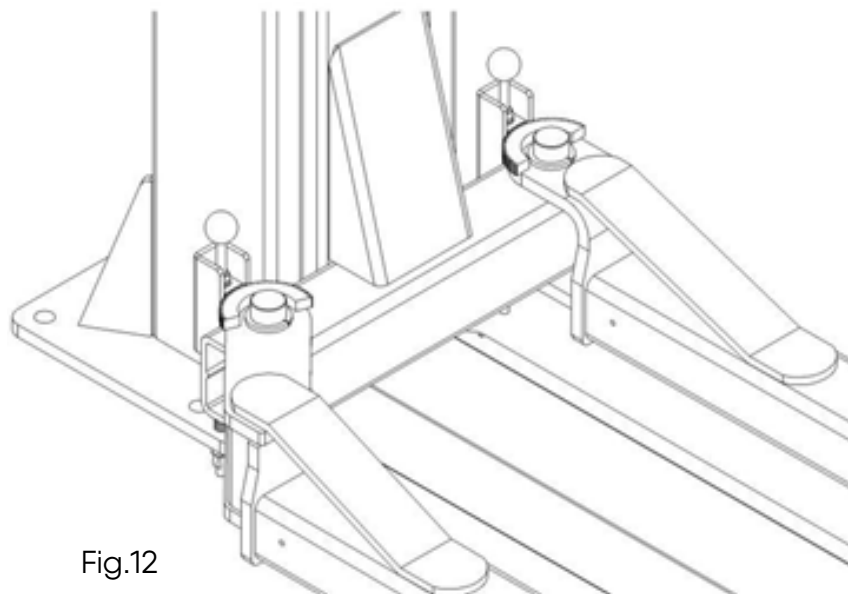

Fig.12
Passo 10: Instalar braços de elevação. (Fig 12)